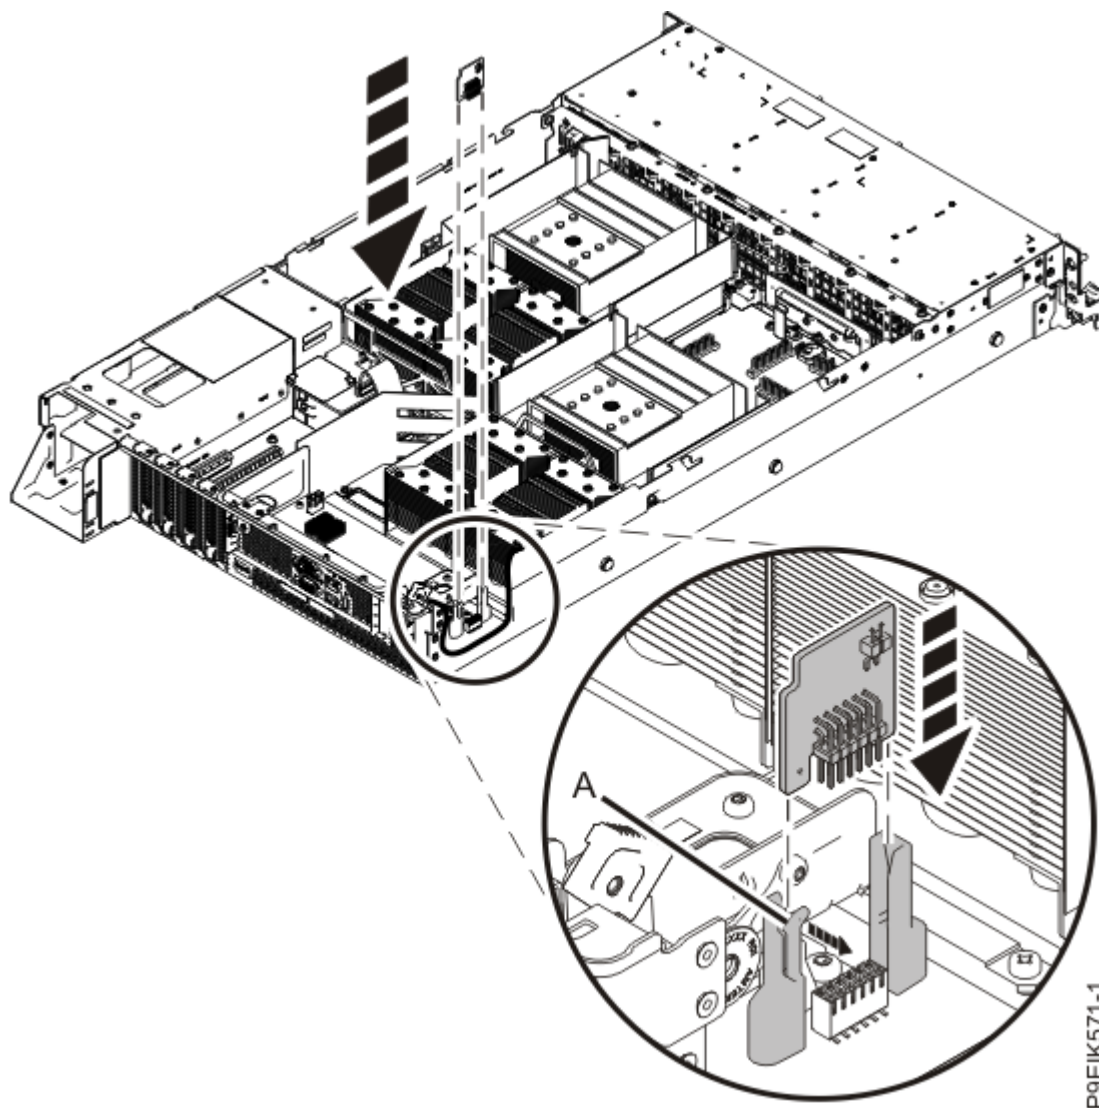

Figure 166. Remplacement du module de plateforme sécurisée
2. Alignez le module de plateforme sécurisée avec les guides en plastique, comme illustré dans la Figure 166, à la page 184, et insérez le module tout droit dans le fond de panier système jusqu'à ce qu'il soit bien en place et que le levier **(A)** s'enclenche.